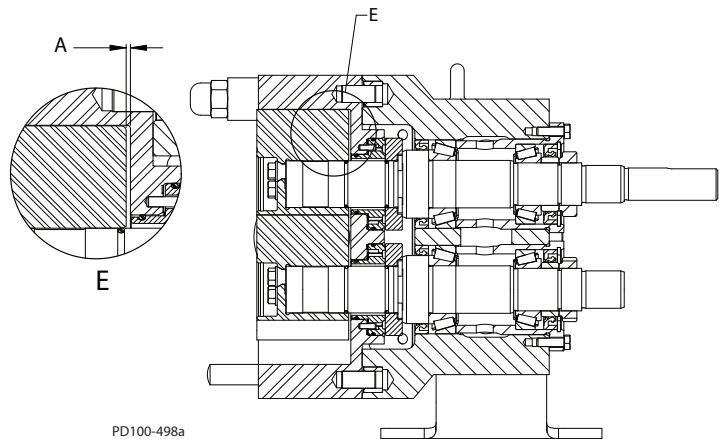

Abb. 57- Spiel zwischen Rotor und Körper
1. Messen Sie das Spiel zwischen dem Rotor und dem Körper, wie in Detail E, Pos. A in Abb. 57 gezeigt. Notieren Sie dieses Maß.